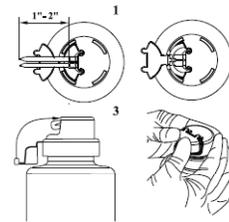

Figura 1
7. Sele a tubulação de ventilação e a linha de plasma com calor em aproximadamente 1" e 2" da tampa do frasco. Separe os tubos nas partes seladas. Coloque os tubos na tampa, conforme ilustrado na Figura 1. Gire a tampa para cima e feche-a com os polegares ou com a palma da mão. A tampa irá dar um estalo audível para indicar que está presa. Consulte a Figura 1 abaixo